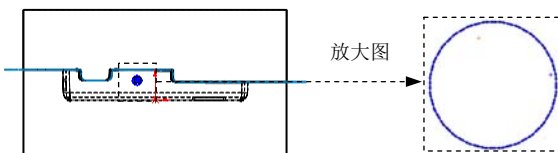

图 10.7.13 草图 2
Step3. 绘制草图。绘制图 10.7.13 所示的草图 2。